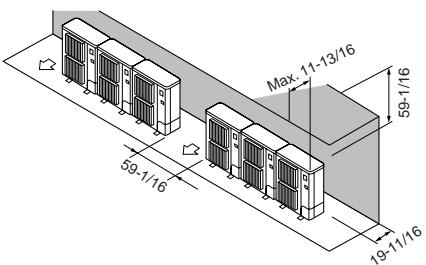

Fig. 2-9
② Obstacles uniquement à l'arrière et au-dessus (Fig. 2-9)